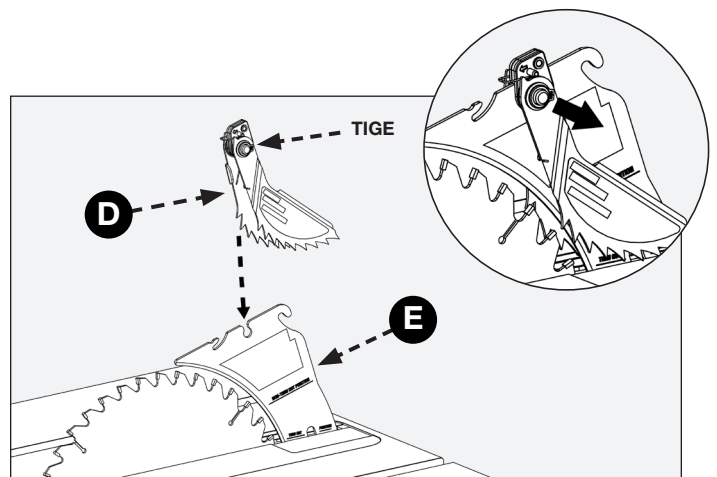

FIGURE 14
Le couteau diviseur (E) doit être en position de coupe complète avant l'installation des griffes anti-rebond (D) et du protège-lame (F) (figures 14. et 15).
Insérez l'ensemble de griffes (D) dans la fente du milieu sur le couteau diviseur (E) comme le montre la figure 14 tout en appuyant sur la tige à ressort sur le côté droit de l'ensemble de griffes.
Une fois insérée, relâchez la tige à ressort de sorte qu'elle revienne à sa place (figure 14). S'assurer qu'elle est verrouillée en place.